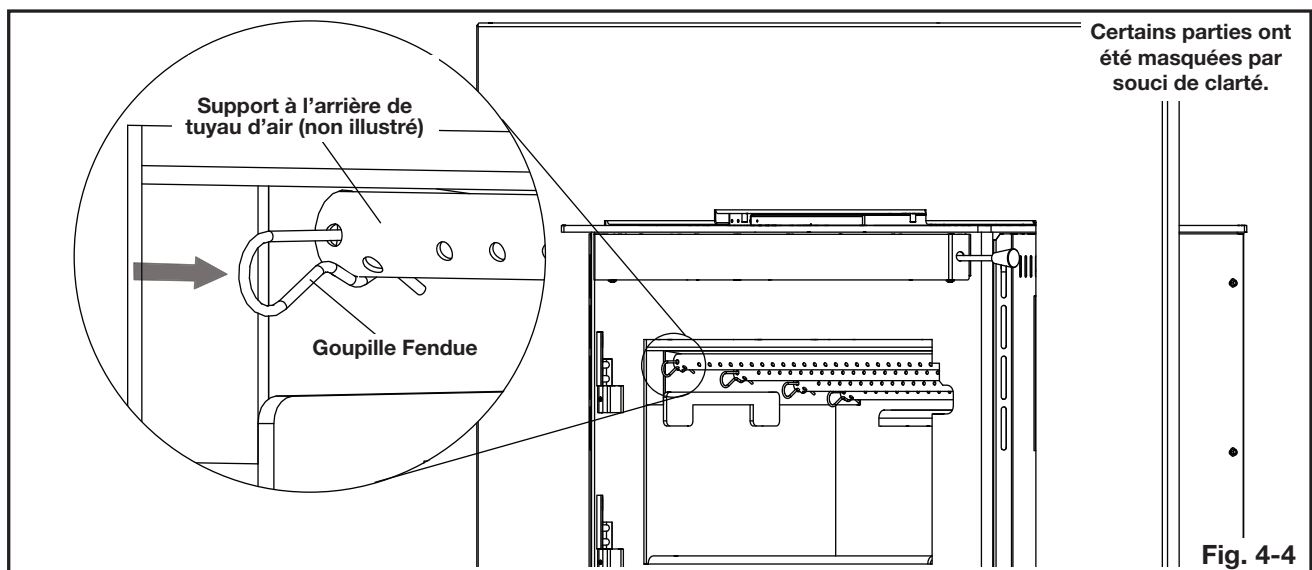

Fig. 4-4
3. Alignez le trou dans le tuyau d'air secondaire avec le trou dans le support sur le côté gauche dans le chambre de combustion, puis insérez une goupille fendue (fournie) (**Fig. 4-4**).